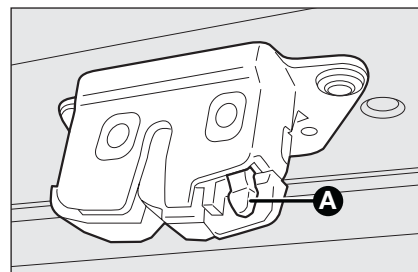

fig. 72
- ☐ por el interior del maletero, presione la palanca **A**-fig. 72 y abra el portón.